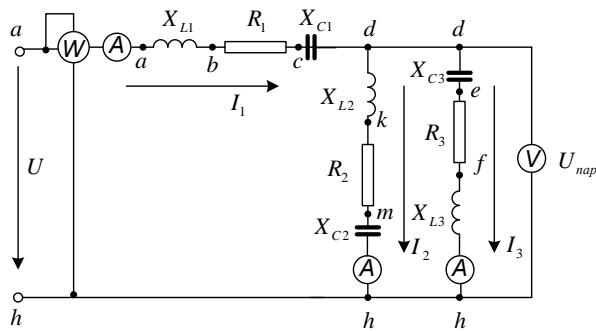

Рис. 1.1
1. По базе данных (табл.1.1) для своего варианта определить параметры электрической цепи (рис. 1.1), питающей от сети синусоидального тока с напряжением  $U$